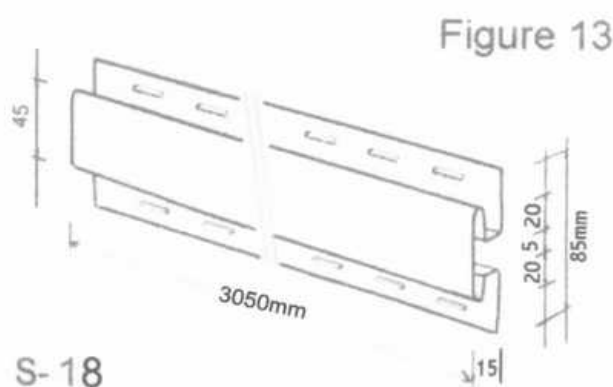

Figure 13
7.8 Baguette de raccord S-18, fixée avant la pose du revêtement (figure 13), permet de faire la liaison entre 2 clins à la verticale.